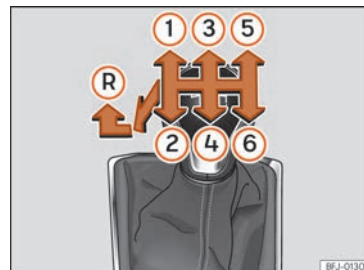

Abb. 165 Schaltschema des 6-Gang-Schaltgetriebes.
Auf dem Schalthebel sind die Positionen der einzelnen Fahrgänge dargestellt **»» Abb. 165**.
- Schalthebel auf Leerlauf stellen und nach unten drücken, ganz nach links und dann nach vorne schieben, um den Rückwärtsgang »» Abb. 165 Ⓡ einzulegen.